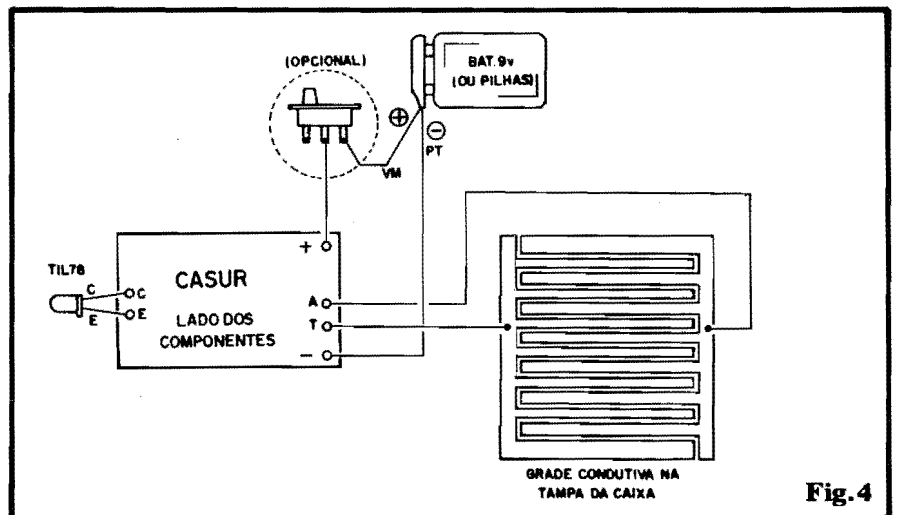

Fig. 4
- **FIG. 4 - CONEXÕES EXTERNAS À PLACA** - Antes de iniciar as ligações externas ao Circuito Impresso, é bom identificar corretamente suas ilhas periféricas (comparar com a figura anterior), todas elas codificadas para evitar erros ou confusões... O diagrama mostra a placa pelo lado não cobreado... Observar as ligações da alimentação, bem como a codificação de polaridade e das cores dos fios provenientes do "clip" da bateria (ou do suporte de pilhas). Notem que o interruptor geral (opcional) deve ser intercalado no fio do **positivo** (vermelho). Verificar bem as ligações do foto-transistor TIL78, com sua "perna mais curta" (terminal de coletor, saindo da base do componente junto ao seu lado que apresenta um pequeno chanfro...) ligada ao ponto "C" da placa (o "outro" terminal, obviamente ligado ao ponto "E"...). Finalmente, observar com muita atenção as conexões das saídas de alta Tensão, presentes nos furos "A-T", e que deverão ser levadas, por fios flexíveis, no adequado comprimento, aos dois "polos" da grade condutiva a ser aplicada sobre a tampa da caixa...
TIL78...). Em 5-B vemos uma sugestão prática (já abordada...) para o acabamento e instalação da grade condutiva à tampa da caixa... Observem que, no exemplo, a caixa como um todo deve ser feita de material isolante (madeira ou plástico), sendo que apenas na tampa (tanto em sua parte superior, quanto nas laterais...) devem ser coladas as áreas metalizadas para a saída da alta Tensão (eletricamente ligadas aos pontos "A" e "T" da placa, conforme indica a fig. 4. **UM ALERTA:** sob nenhuma hipótese pode haver contato elétrico estabelecido entre os tais pontos "A" e "T", já que nesse caso, além da alta Tensão não atingir a pessoa que abre a caixa, podem ocorrer danos ao próprio circuito... Em qualquer caso, o único "caminho" aceitável para a tal Tensão é **A PRÓPRIA MÃO DE QUEM ABRE A TAMPA!** Finalmente, em 5-C temos outra sugestão, agora partindo de uma caixa totalmente metálica, na qual, porém, tampa e "corpo" são eletricamente isolados, eventualmente através de dobradiças plásticas, e de um "encosto" de plástico ou borracha, "separando" eletricamente o "corpo" da tampa... Nesse caso, "corpo" e tampa devem, individualmente (e separadamente...) ser ligados aos terminais "A" e "T" da placa do circuito. Em todo e qualquer caso ou arranjo, é importante "calcular" bem os tamanhos, posições e a "ergonomia" do conjunto, de modo que forçosamente, ao abrir a tampa, a pessoa **tenha** que estabelecer - com a mão - contato elétrico com os dois "polos" dos terminais de alta Tensão, senão nada feito: não há "choque"...!